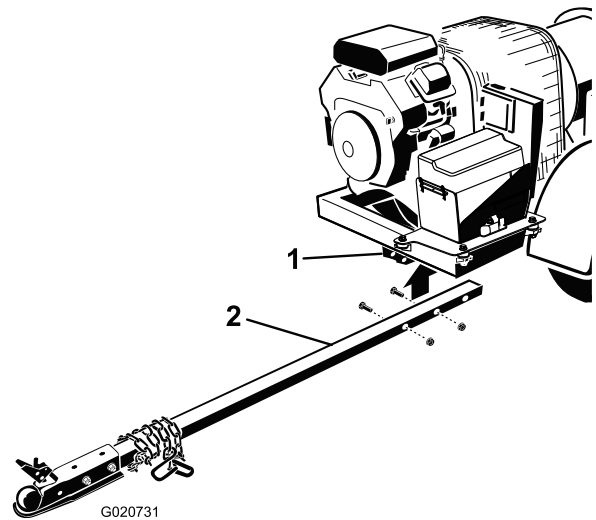

Figura 4
2. Introduzca la barra del enganche en los soportes del bastidor (Figura 4). Sujete la barra al bastidor con 2 pernos (3/8" x 3") y tuercas con arandela prensada (3/8").